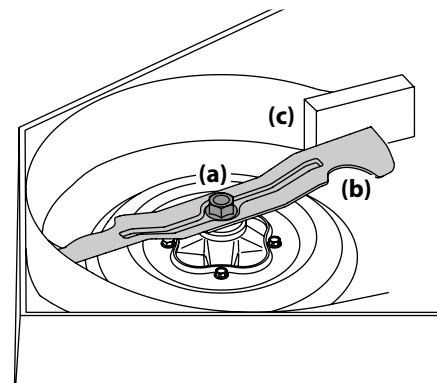

Figura 4-18
2. Use una llave de 1/2" para sostener la tuerca hexagonal en la parte superior del conjunto del husillo cuando afloje la tuerca hexagonal (a) que fija la cuchilla (b). Se puede colocar un bloque de madera (c) entre el alojamiento de la plataforma y el borde de corte de la cuchilla (b) para ayudar a aflojar la tuerca hexagonal (a) que fija la cuchilla. Vea la Figura 4-18.